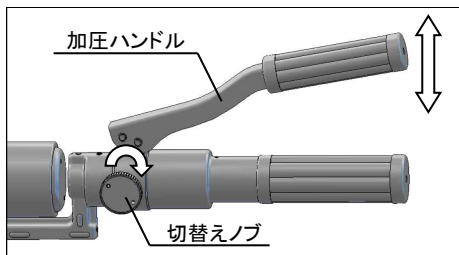

図5
4. 切替えノブを右（パンチング側）に回し、加圧ハンドルを操作すると徐々にパンチが被切断物に喰い込みますので貫通するまで加圧ハンドルを操作してください。貫通しますと加圧ハンドルの操作力が急激に軽くなります。（図5）